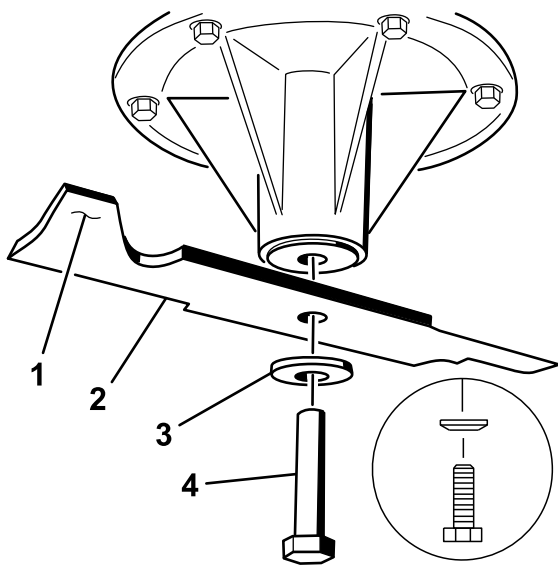

Figura 78
2. Instale la cuchilla en el eje (Figura 78).
3. Instale la arandela curva y el perno de la cuchilla (Figura 78).
Nota: El cono de la arandela curva debe estar orientado hacia la cabeza del perno (Figura 78).